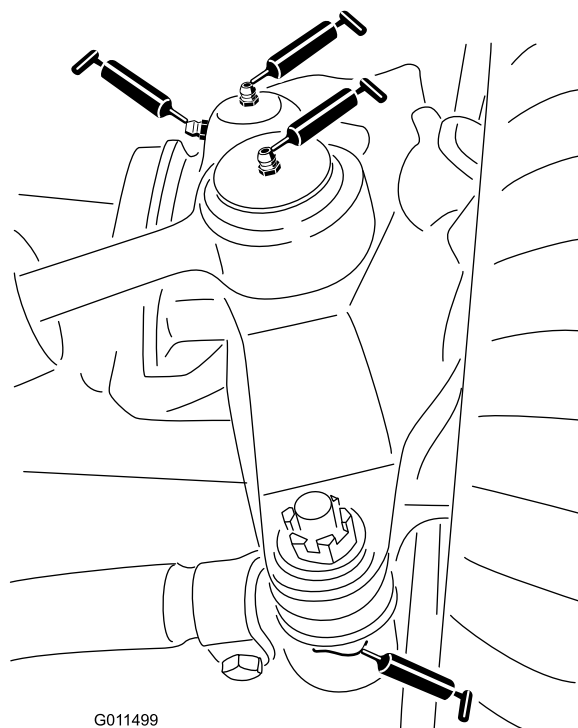

Figura 64
- 2 giunti a sfera del cilindro di sterzata (Figura 64)
- 2 giunti a sfera del tirante (Figura 64)
- 2 boccole del perno del fuso a snodo (Figura 64).